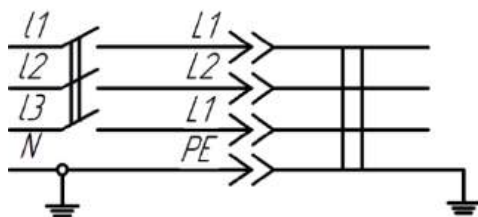

Рис. 5. Электрическая схема
- согласно схеме (см. рис. 5), изготовить отрезок кабеля, присоединить его к кабельной розетке (380 В, 16 А) и подключить к автомату;